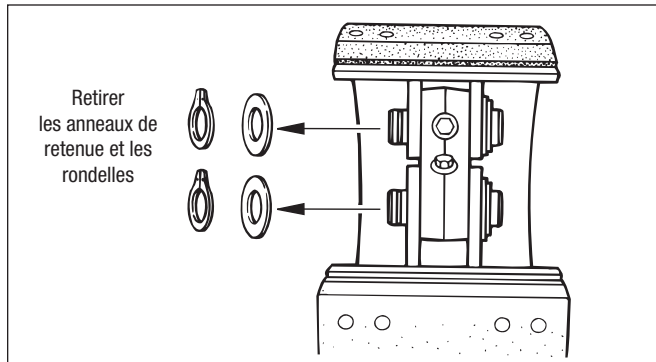

Figure 19 – Dépose des anneaux de retenue et des rondelles
1. Retirer le ressort-arrêteur et la rondelle, côté tambour des deux axes de segment. Cf. Figure 19.